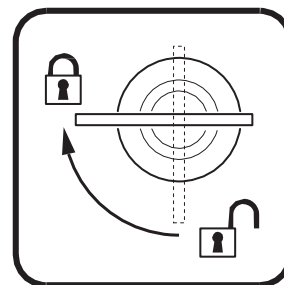

Рисунок 7. Фиксация крепления поворотом на четверть оборота
4. Совместите зажим с 2 точками крепления на основании. См. рисунок 7. Вставьте крепления в основание и поверните оба рычага на четверть оборота по часовой стрелке до упора. Установите второй зажим.